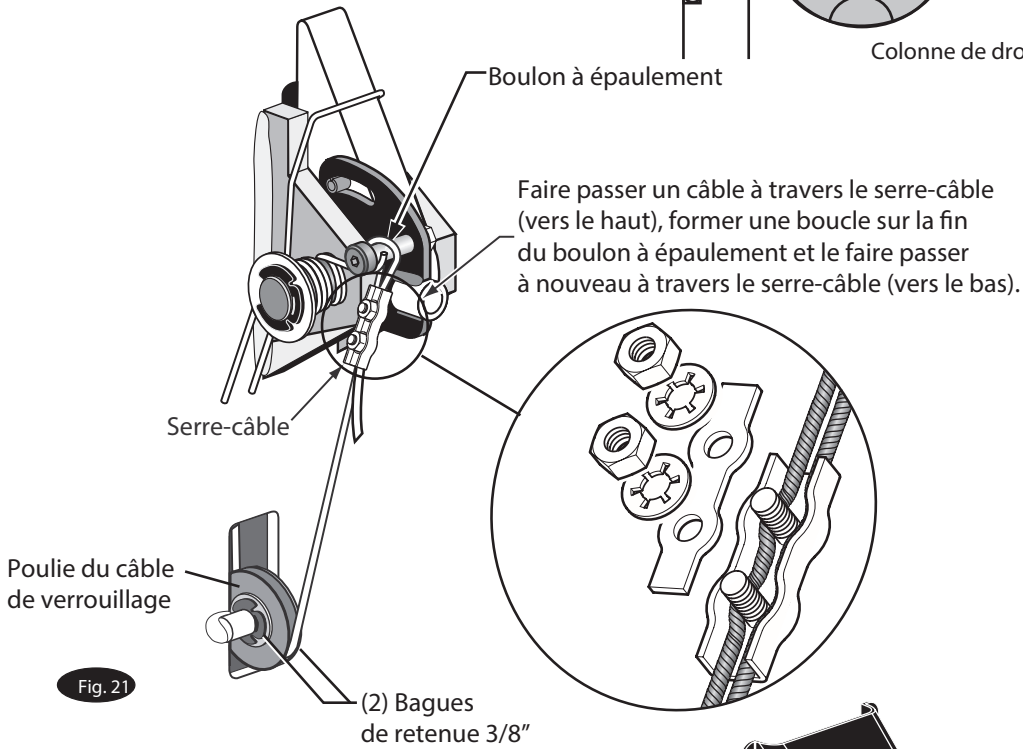

Fig. 21
- G) Amener le câble à l'intérieur de la colonne de gauche et introduire l'extrémité du câble à travers la fente de la poulie du câble de verrouillage inférieur, afin que le câble se trouve à présent à l'extérieur à l'arrière de la colonne, fig. 21.
- H) Passer un câble sous le côté inférieur de la poulie du câble de verrouillage, fig. 21.
- J) Introduire le câble dans le serre-câble le long d'un côté, faire une boucle autour de la vis à épaulement et vers l'arrière et le bas, en introduisant le câble de l'autre côté du serre-câble, fig. 21. Placer la partie arrière supérieure sur le serre-câble en serrant légèrement.